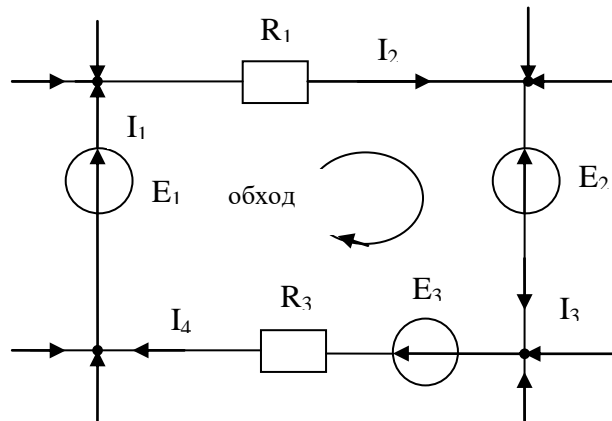

Рис.3
3. Уравнение для контура, составленное по второму закону Кирхгофа (рис.3):